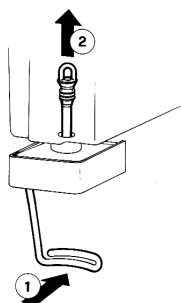

Bild 3
6 - **Ausschlauchventil:** den Betätigungshebel des Hahns drücken (1) und den Gummischlauch aus der Auslauföffnung des Behälters lösen (2) (Bild 3).